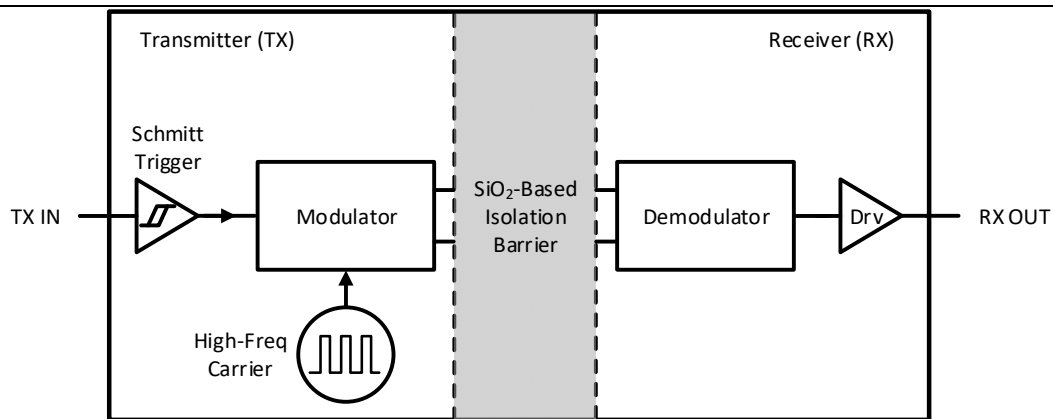
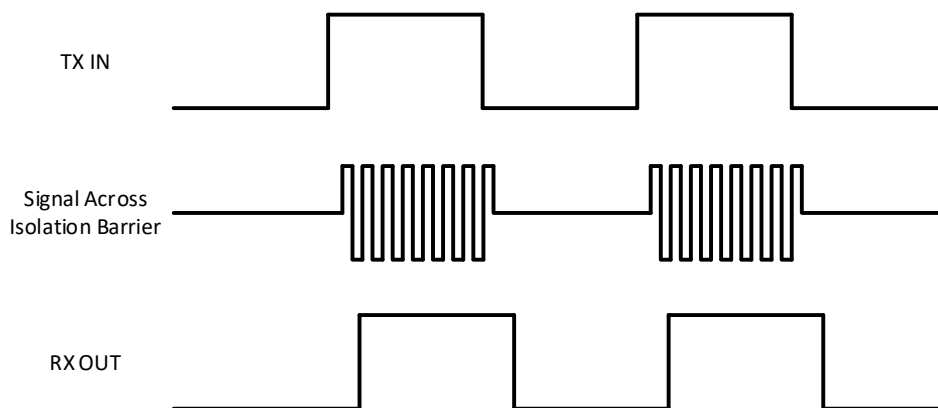

图 8-2 隔离通道的框图
图 8-3 OOK 调制方案的工作波形示意图
CA-IS1305x 器件通过使用简单的开关键控 (OOK) 调制方案在基于二氧化硅的隔离层之间传输数字位流。该隔离层支持高低压域之间高达 5 kVRMS 的电气隔离。隔离通道的框图如图 8-2 所示。如图 8-3 所示，当数字位流为高电平时，发射机 (TX) 通过高频载波对其进行调制，当数字位流为低电平时则不调制。接收机 (RX) 解调通过隔离层的信号并将其准确地恢复成数字位流。隔离通道采用全差分电容耦合架构，对共模瞬态噪声不敏感，因此可以最大化 CMTI 性能。该结构和相关电路同时提供低辐射和高磁场抗扰度。